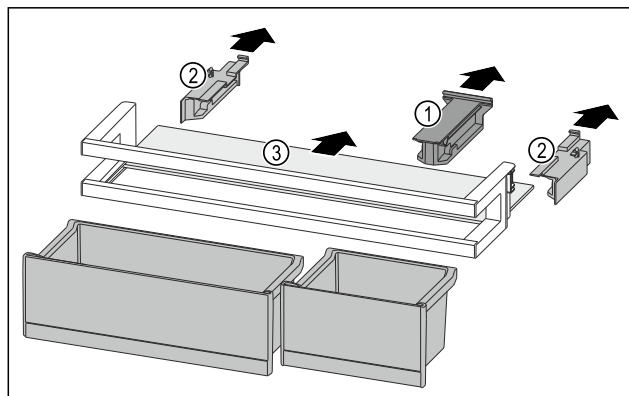

Fig. 248
- Skinite pridržni dio Fig. 248 (1).
- Skinite bočne dijelove Fig. 248 (2).
- Izvadite policu Fig. 248 (3).